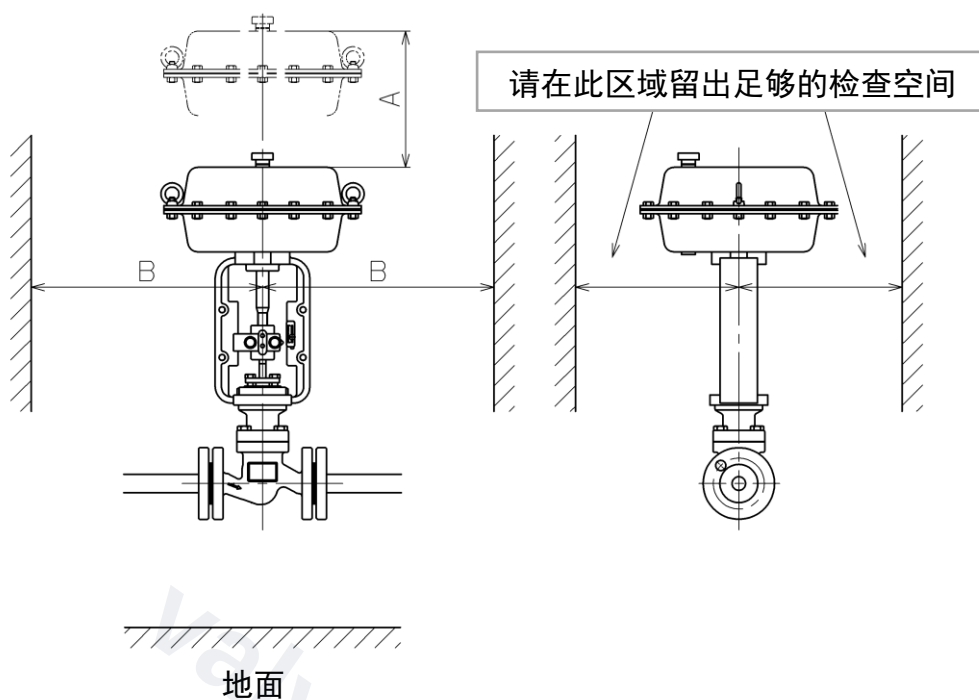

图 11
- (1) 请勿随意拆卸本产品。
- (2) 安装本产品前，请先清除管道中的异物和水垢。
- (3) 在本产品的前后安装截止阀。
- (4) 确保本产品连接正确，无泄漏。
- (5) 安装产品时，请检查产品的安装方向，使流体流动方向与产品上标记的箭头方向一致。（将阀门垂直于水平线安装）。请参见图 11。*安装不当会导致产品故障。
- (6) 请勿对产品施加过大的负载、扭矩或振动。
- (7) 在开始气动配管或电气信号配线之前，请勿从定位器上取下密封件或塑料盖。
- (8) 请做好防止冻结的措施。*如果流体被冻结，可能会导致故障。
请参照图 11。